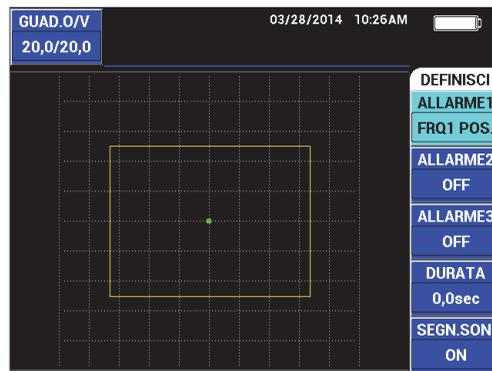

Figura 5-243 Polarità dell'allarme
1. Premere il tasto di funzione A ed in seguito ruotare la manopola per selezionare la polarità dell'allarme. Una volta che viene selezionata la polarità, viene visualizzata una finestra sulla schermata (vedere Figura 5-243 a pagina 316).